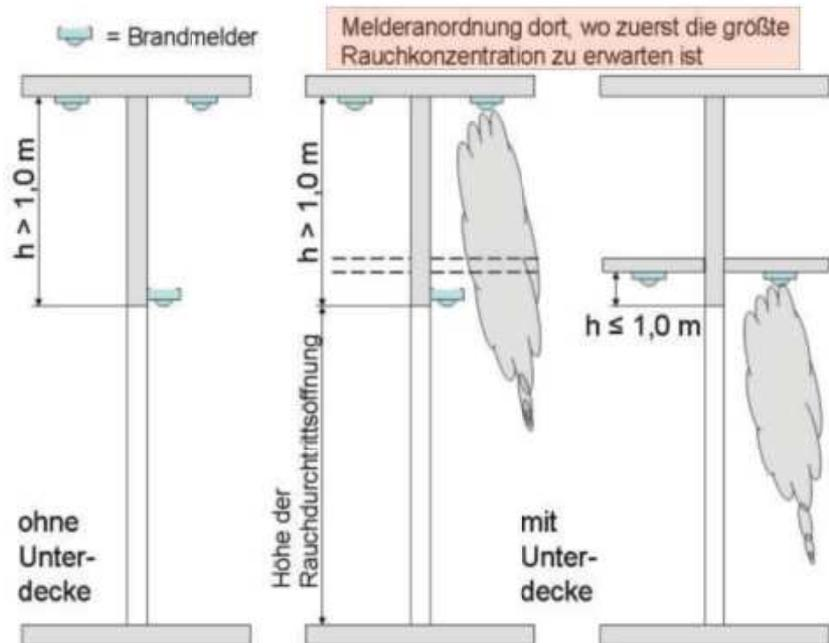

Bild 1: Maßgebende Höhe der Deckenunterfläche
- Als **maßgebende Höhe "h"** ist der Abstand **zwischen Oberkante der Rauchdurchtrittsöffnung und der Decke** anzusetzen, wo im Falle eines Brandes zuerst eine größere Rauchkonzentration zu erwarten ist (**siehe Bild 1**).